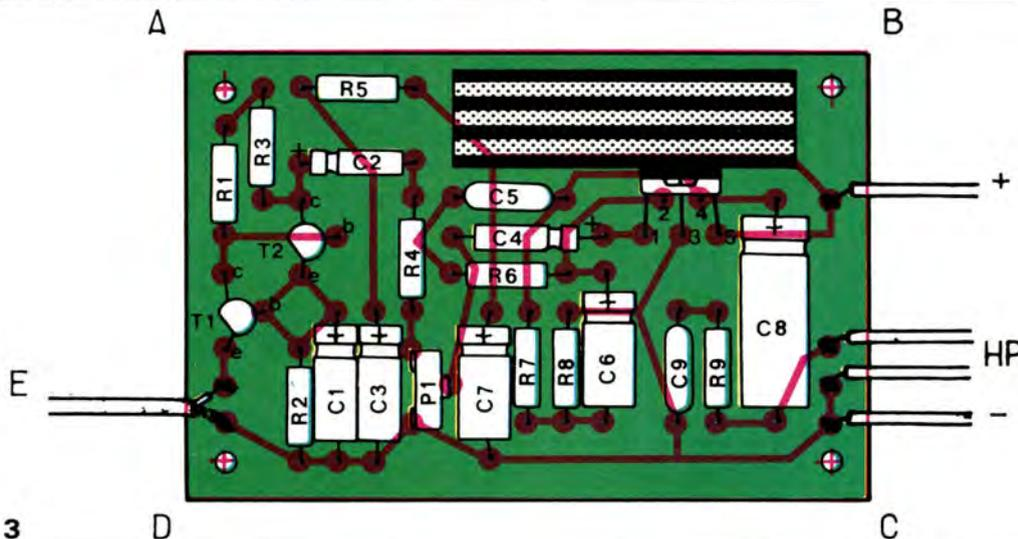

Fig. 3
Sur l'implantation des éléments de la figure 3 vous constaterez d'une part qu'une place importante a été réservée au refroidisseur dont doit être obligatoirement muni le circuit intégré, et que, d'autre part, par rapport aux photographies de présentation, le condensateur C_1 et la résistance R_2 disposés en parallèle ont été permutés par souci d'encombrement.
a) Le transformateur (fig. 3) est encombrant et c'est de loin le composant le plus cher ; nous voulons en sortie du montage une tension continue de 24 V sous 1,2 A max, par conséquent, sa puissance maxi sera de $P = V \cdot I = 24 \cdot 1,2$ soit de 28,8 VA, mais avec la consommation propre du montage comptons au moins 36 VA, ce qui représente un courant de 1,5 A sous 24 V. Comme on peut le remarquer à la figure 3, la tension V_E (V efficace) étant de 24 V au secondaire, la tension de crête V_M sera égale à $V_E \cdot \sqrt{2}$ soit $V_M = 14 \cdot 1,414 = 32,9$ V. Si à la mise sous tension le transformateur bourdonne, il ne faut pas hésiter de resserrer ses tôles, soit dans un étau, ou alors resserrer ses tiges.